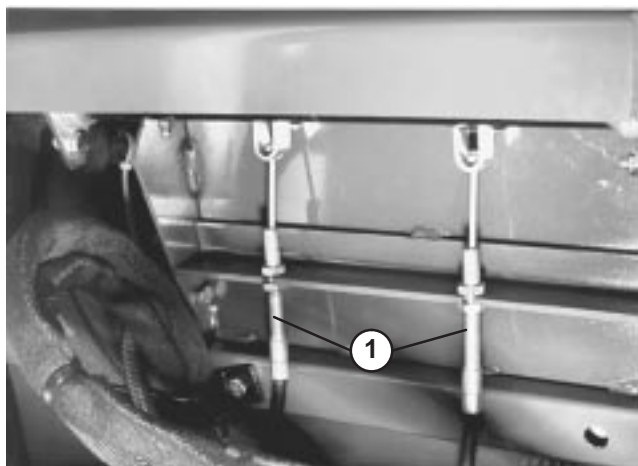

Figure 66
2. Pour réduire la garde aux pédales de frein, serrez les freins en desserrant l'écrou avant sur l'extrémité filetée du câble de frein (Fig. 66). Serrez ensuite l'écrou arrière pour ramener le câble en arrière jusqu'à obtenir une garde aux pédales de frein de 13 à 25 mm. Resserrez les écrous avant une fois que les freins sont réglés correctement.